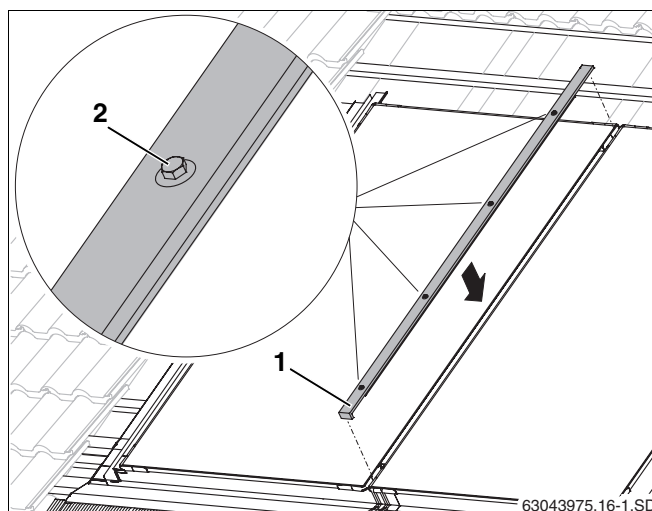

Fig. 51 Listello di copertura centrale
- Inserire premendo il listello di copertura (fig. 51, **pos. 1**) nello spazio tra due collettori con la smussatura rivolta verso il basso, e centrarlo.
- Chiudere a mano le viti (fig. 51, **pos. 2**) con chiave SW8, iniziando dal basso.